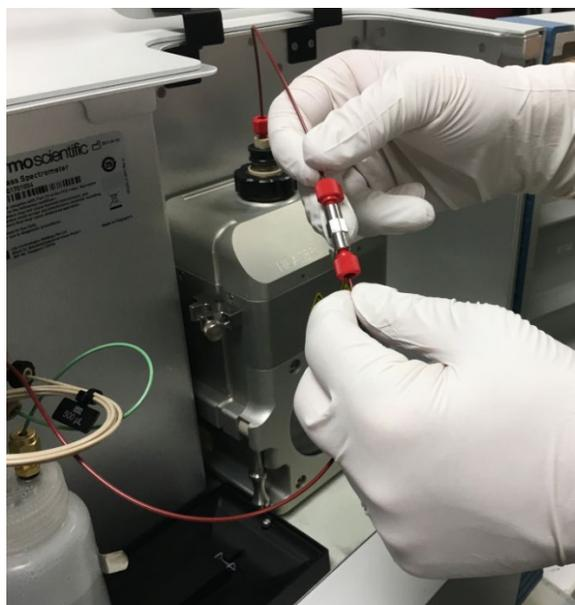

图 97：在接地接头位置断开源的 PEEK 毛细管连接
- 8) 断开从探针到接地接头的 PEEK 毛细管，如图 97 所示。